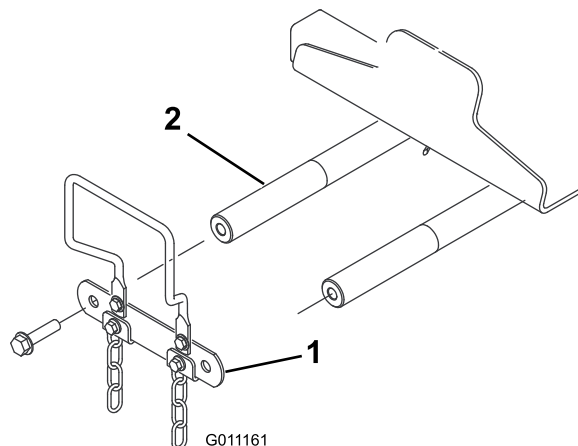

Figure 8
- À l'avant de la machine, déposez les 2 vis à embase (1/2 x 2") qui fixent le maillon d'axe de pivot aux axes de pivot des bras de levage, puis déposez le maillon (Figure 8).